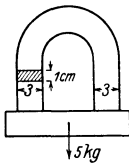

Abb. 64. Abmessungen eines Hufeisenmagneten zu Aufgabe 150.
**150.** Ein Hufeisenmagnet ist imstande, an seinem Anker 5 [8] kg zu tragen (Abb. 64). Seine Dicke senkrecht zur Papierebene beträgt 1 [1,5] cm, die Breite 3 [4] cm. Wie groß ist hiernach die Induktion zwischen den Übergangsstellen von Magnet und Anker, und wie viele Kraftlinien gehen vom Nordpol zum Südpol?